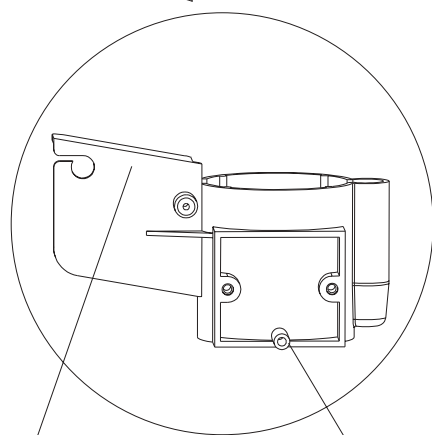

Fig. 2
- ^a Enlever le bouchon en caoutchouc du fond du récipient. (Voir la figure 2.)